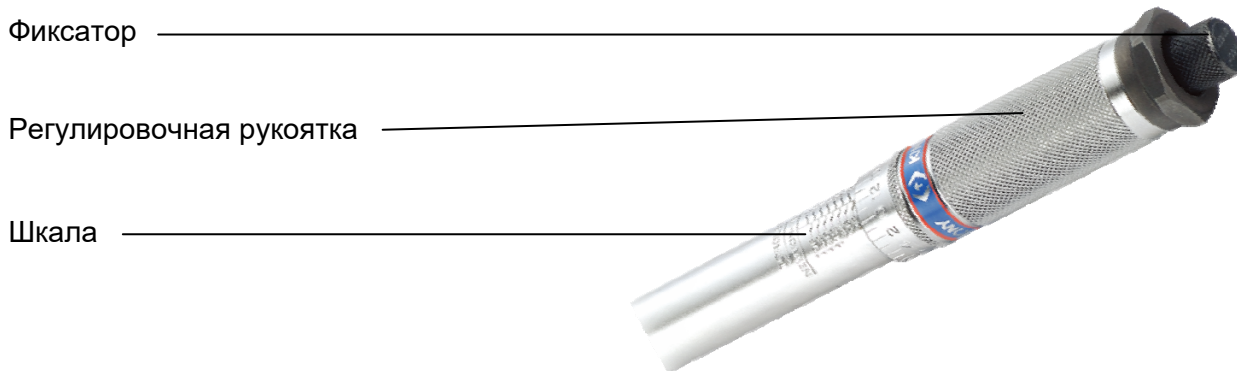

Рис. 2
- Перед началом работы с ключом необходимо произвести настройку ключа (Рисунок 2):